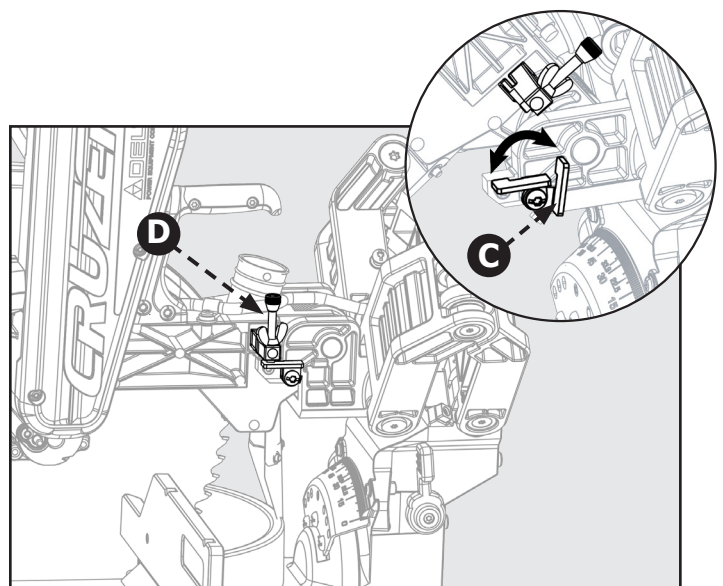

Figura 32
**Consulte la Figura 32 y siga estas instrucciones para establecer el tope de profundidad en la profundidad de corte específica:** gire el soporte del tope (C) hacia la izquierda hasta la posición hacia abajo. Ahora puede ajustar la profundidad del corte girando el tornillo de ajuste de profundidad (D).
**Consulte la Figura 32 y siga estas instrucciones para realizar un corte pasante:** gire el soporte del tope (C) hacia la derecha hasta la posición hacia arriba.